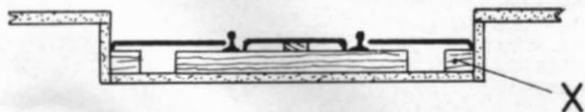

Abb. 2. Prinzipskizze (ca. 1:1 für H0) der Riffelblech-Abdeckung. Mit der Leiste X wird die Drahtgaze auf Schwellenoberkante angehoben.
4. Links- und rechtsseitigen Streifen ebenso herstellen. (Nachdem bei den meisten käuflichen Brückenbausätzen der Laufsteg zu beiden Seiten der Schiene höher liegt als die Schwellenoberkante, empfiehlt sich das Aufkleben einer schmalen Leiste (X in Abb. 2) links und rechts des Gleises.